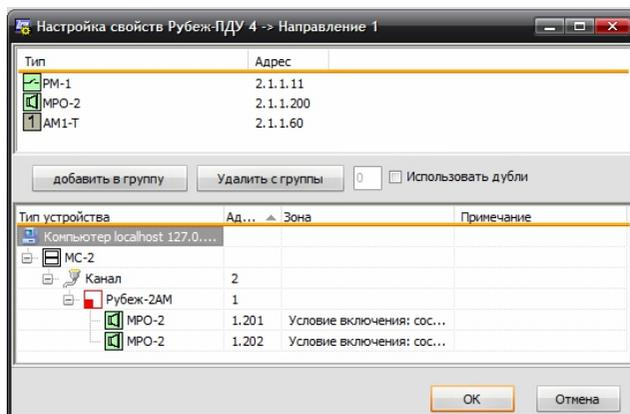

Рисунок 4
4.4 Затем раскрыть список направлений, правым кликом вызвать выпадающее меню для требуемого направления и выбрать пункт «Свойства» (см. рисунок 4). В открывшемся окне в нижнем поле будет список доступных ИУ, в верхнем – список ИУ, присвоенных к направлению. Выделив приписанное к группе ИУ, можно задать для него инверсное включение и задержки на включение и выключение.